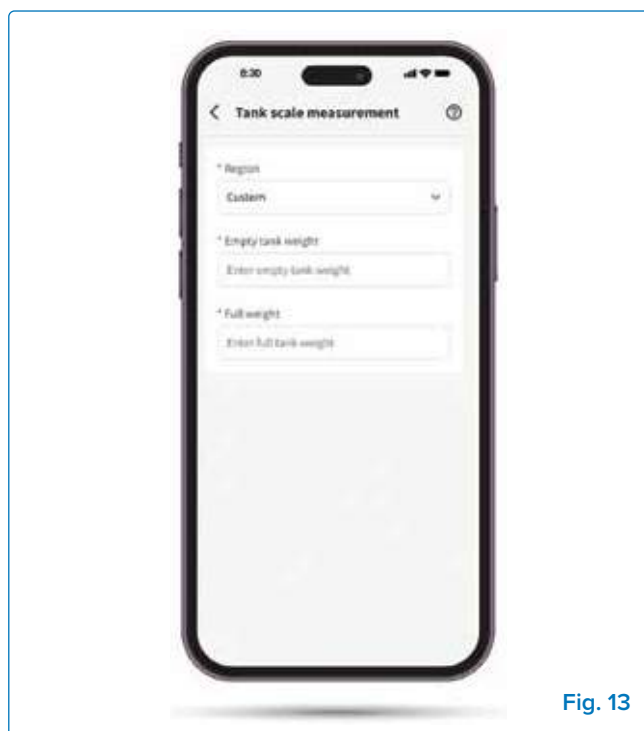

Fig. 13
- » **Bouteille personnalisée (optionnel)** : Saisissez le poids d'une bouteille vide et pleine pour un suivi précis (Fig. 13).